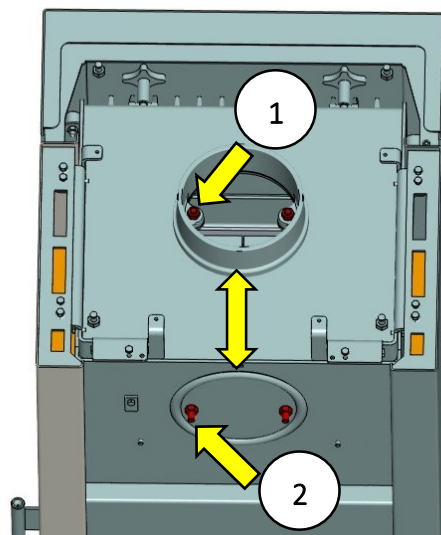

Abb. 18: Rauchrohrstutzen wechseln
3. Den Rauchrohrstutzen an der Geräteoberseite durch Lösen der 2 Schrauben, mit Muttern gekontert (Abb. 18 Pos.1) entfernen. Blinddeckel auf der Gehäuserückseite durch Lösen der 2 Schrauben, mit Muttern gekontert (Abb. 18 Pos.2) entfernen.